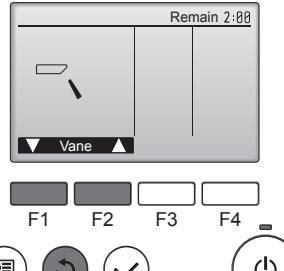

Fig. 7-4
- ② Naciśnac przycisk [WYBIERZ], aby wyświetlić ekran pracy żaluzji, a następnie nacisnąć przyciski [F1] i [F2], aby sprawdzić automatykę żaluzji. (Fig. 7-4)